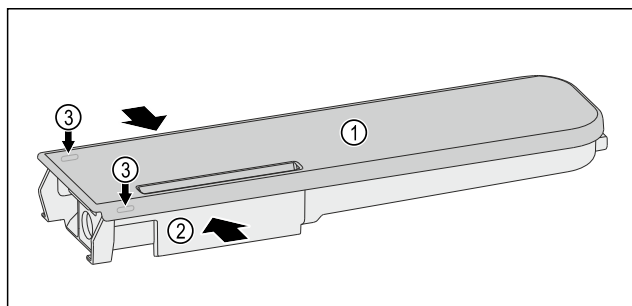

Fig. 152
- ▶ 挤压水容器 Fig. 152 (2)，然后小心地将盖子 Fig. 152 (1) 从锁定凸耳 Fig. 152 (3) 上撬起并向上拉。
- ▶ 略微来回移动盖子 Fig. 152 (1)，然后将其向上取下。